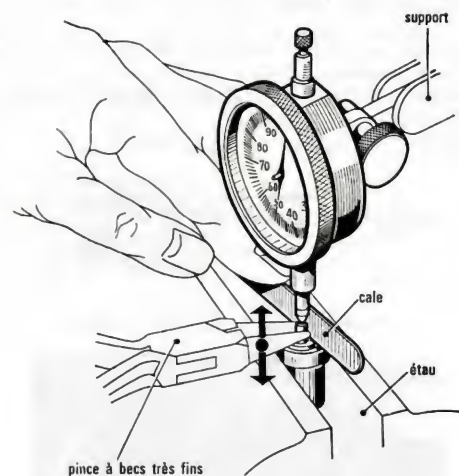

Fig. 26. — Méthode de contrôle de la levée d'aiguille.
b) Utilisation d'un appareil spécialisé (fig. 26 bis).
Fig. 26 bis. — Appareil de contrôle de la levée d'aiguille « Hartridge ».